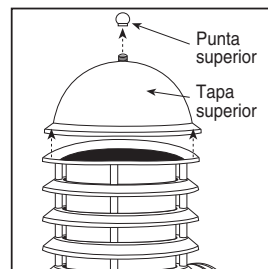

Figura 13
- k. Para unidades tipo lumbreira grande, destornille la punta superior, retire la tapa superior y coloque la bombilla. Reinstale la tapa superior con la punta superior. (Ver la figura 13)